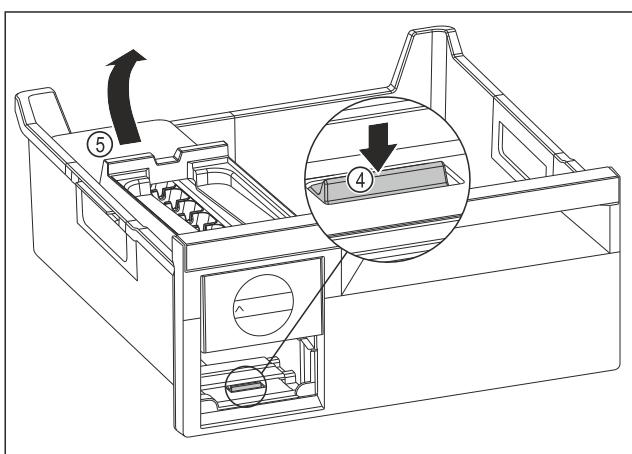

Fig. 183
- Изваждане на корпуса на EasyTwist-Ice: Натиснете езичето Fig. 183 (4) с пръст надолу и едновременно с това с другата ръка повдигнете корпуса на EasyTwist-Ice Fig. 183 (5) отзад.